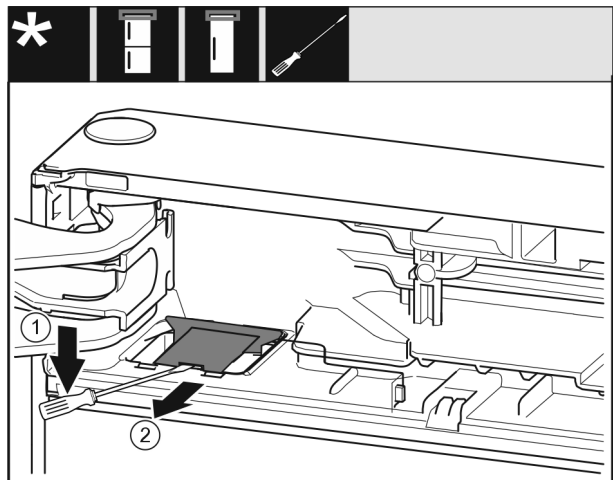

Fig. 11
- Met een platte schroevendraaier de afdekking Fig. 11 (1) losmaken.
- Afdekking Fig. 11 (2) eruit trekken.